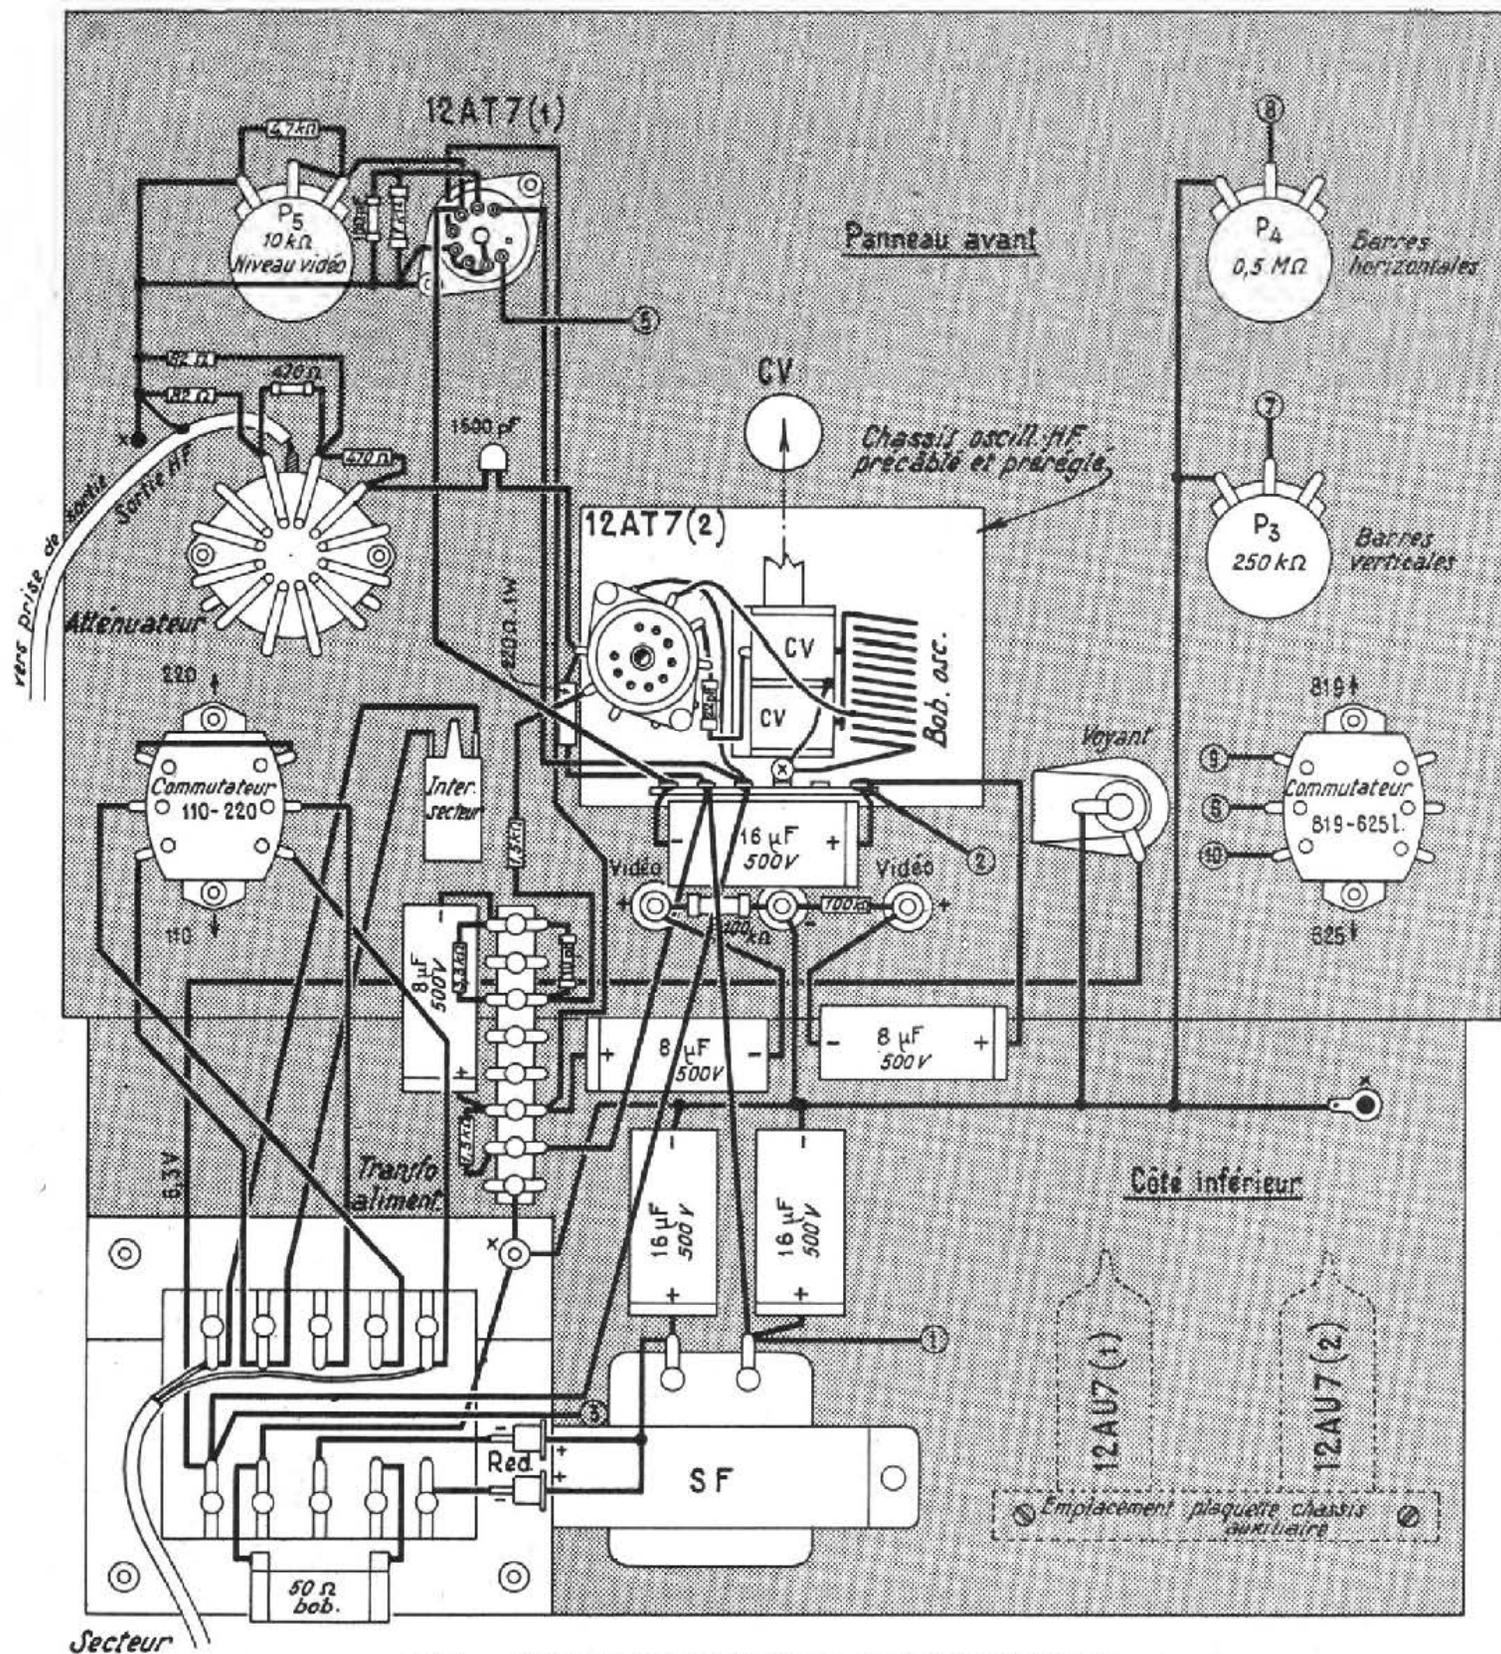
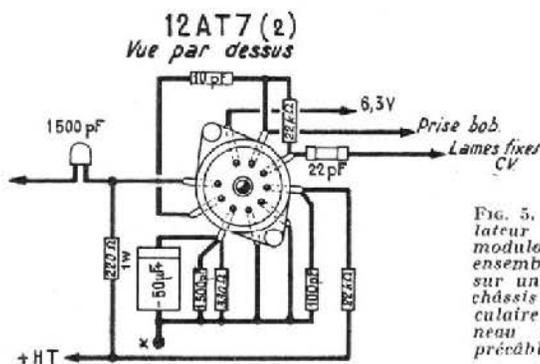

FIG. 3. — Câblage des éléments du panneau avant et du côté inférieur
Fig. 5. — L'oscillateur VHF et le modulateur. Cet ensemble, monté sur une plaquette châssis perpendiculaire au panneau avant, est précablé et pré-réglé.
La tôlerie utilisée pour la réalisation de cette mire comprend un panneau avant de 20 x 29 cm, soudé par deux équerres à un côté inférieur de 21 x 27 cm. La figure 3 montre ces deux éléments, le panneau avant se trouvant rabattu.
Fixer ensuite les différents éléments du côté arrière du panneau avant représentés sur la figure 3 :
Le support de la 12AT7 (2) oscillateur est fixé à 3 cm de hauteur du petit châssis perpendiculaire au panneau avant, qui supporte le condensateur variable, le bobinage oscillateur et une barrette à 6 cosses. Ce petit châssis est représenté rabattu sur la figure 3. Pour faciliter le câblage et augmenter sa rigidité, un deuxième support noval est fixé contre la plaquette châssis, en même temps que le support de la 12AT7 (2) avec ses cosses dirigées vers celles de ce support. On utilise ainsi ces cosses du deuxième support comme cosses relais. La figure 5 montre le câblage séparé du support de la 12AT7 (2) vu par dessus, les éléments correspondants n'étant pas représentés sur la figure 3. Précisons que l'oscillateur 12AT7 (2) et tous ses éléments associés sont fournis précablés et pré-réglés. Les renseignements ci-dessous sont donc publiés à titre documentaire.
La plupart des éléments de la mire qui sont à câbler (transformateur blocking image, tubes 12AU7 (1), 12AU7 (2), ECL80 (1), ECL80 (2), ECH81 et EF80, potentiomètres P₁ et P₂ sont montés sur un petit châssis auxiliaire de 90 x 170 mm, dont les figures 4 a et 4 b montrent les vues inférieures et supérieures. Ce châssis auxiliaire est fixé après câblage, perpendiculairement au côté inférieur par deux vis. Une tige filetée et trois entretoises de 300 mm le maintiennent parallèle au panneau avant, à une distance de 90 mm. Sur la figure 3, on voit, en pointillés, la disposition de ce châssis. Lorsqu'il est fixé, les lampes sont horizontales, les 12AU7 (1) et 12AU7 (2) se trouvant sur la partie supérieure et le blocking image à la partie inférieure.